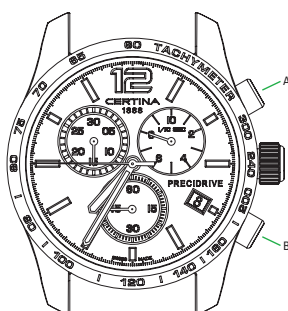

Abb. 4
**AbleSEN der letzten Zeit (gemäß Abb. 4)**